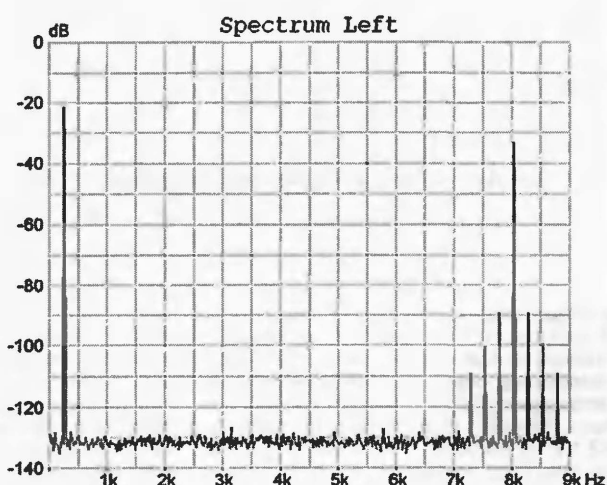

Рис. 8
4. Измерение интермодуляционных искажений (IMD). С генератора подавалась смесь: две основные частоты 8,02 кГц / -14 дБ, 250 Гц / -2 дБ и их комбинационные (суммарно-разностные первого—третьего порядков) частоты: 7,27 кГц / -90 дБ, 7,52 кГц / -80 дБ, 7,77 кГц / -70 дБ, 8,27 кГц / -70 дБ, 8,52 кГц / -80 дБ, 8,77 кГц / -90 дБ (рис. 8). Измеренное значение коэффициента интермодуляционных искажений составляло 0,057 %, что соответствует величине, рассчитанной по формуле (2.3) для данного составного сигнала.